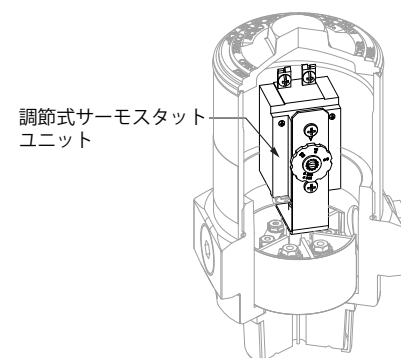

図9 調節式サーモスタットユニットの交換
3. 調節式サーモスタット搭載モデルでは、ねじを緩めると、サーモスタット全体を取り外すことができます (図9)。